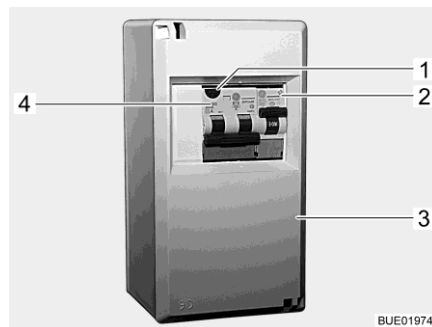
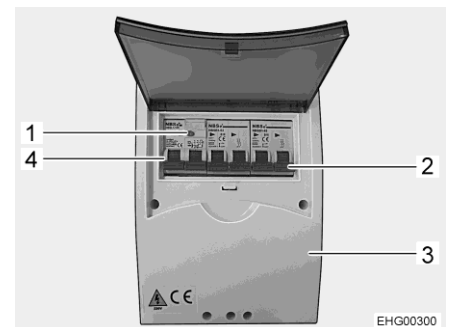

Bild 144 230 V-säkringslåda
Bild 145 230 V-säkringslåda (variant)
En kombinerad jordfelsbrytare/ledningsskyddsbrytare (Bild 144,4 eller Bild 145,4) i säkringslådan (Bild 144,3 eller Bild 145,3) skyddar hela fordonet mot läckström (0,03 A).
På fordon med extrautrustning (t. ex. klimatanläggning) skyddas apparaten av en extra ledningsskydds-brytare (10 A) (Bild 144,2 eller Bild 145,2).
- När fordonet är anslutet till 230-V-försörjningen, tryck på kontrollknappen (Bild 144,1 eller Bild 145,1). Jordfelsbrytaren måste utlösas.